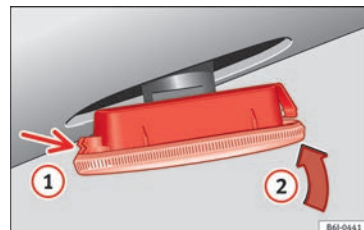

Fig. 193 Luz indicadora de mudança de direção lateral.
encaixando as patilhas » **Fig. 193**, seta ①.
- Encaixar a lâmpada como indica a seta ② » **Fig. 193**.